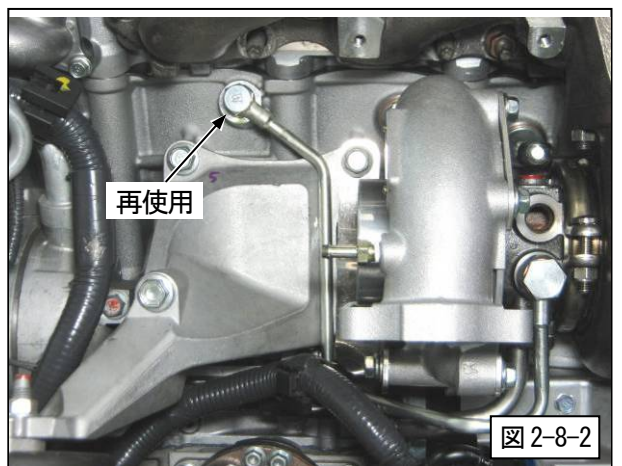

図 2-8-2
(1) LH側 INパイプを取付けてください。(図 2-8-2)